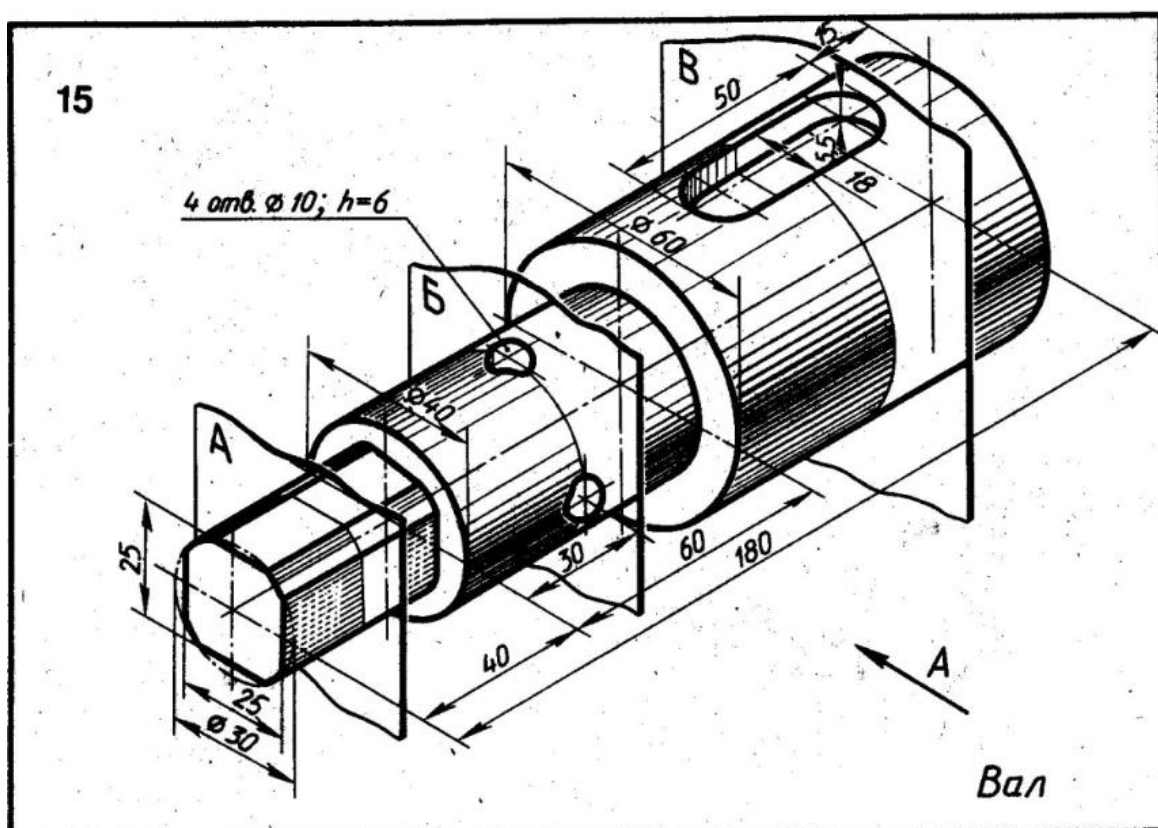

Рис.3
5. Начертить 3 вида детали рис. 3
6. Построить 3D модель детали рис.3